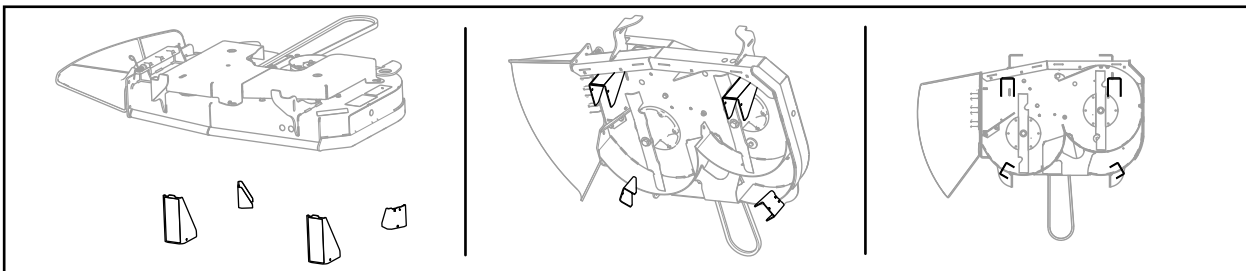
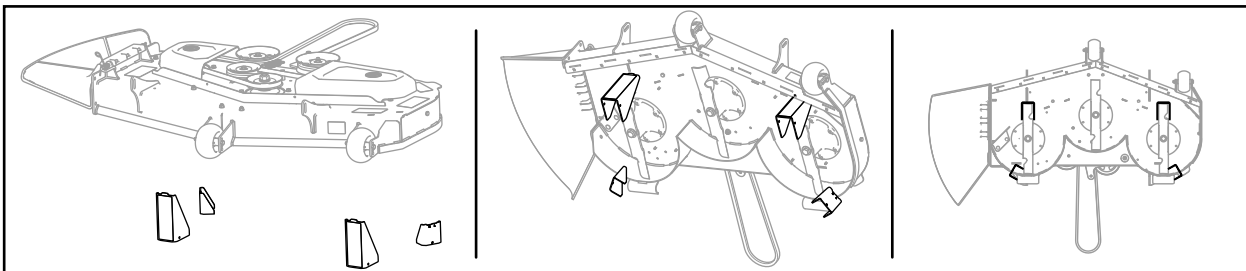

Figura 2
Figura 3
3. Posizionate le staffe dell'altezza di taglio sotto al piatto del tosaerba in modo tale che il guscio del piatto poggi sulle staffe quando abbassate il piatto; fate riferimento a Figura 2 e a Figura 3 per il corretto orientamento.